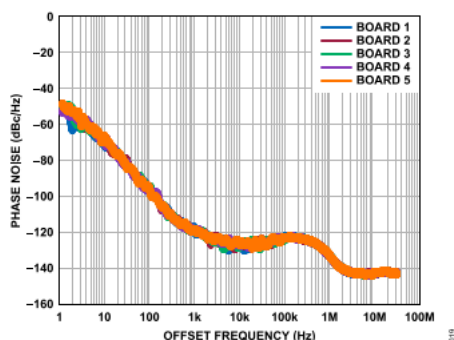

図 20. EVAL-CN0534-EBZ の 5.8GHz での
5.8GHz での単側波帯位相ノイズを図 20 に示します。